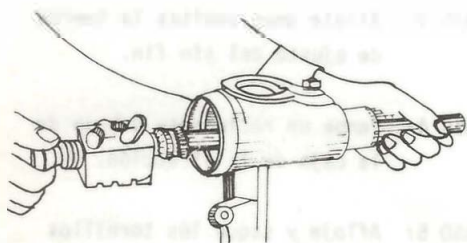

Fig. 16
PASO 8: Saque el sin fin con la tuerca deslizante de la caja (fig. 16).